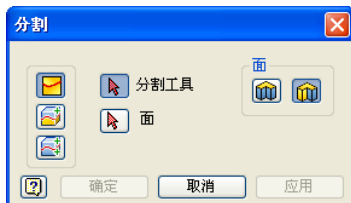

图 3-64 “分割”对话框
(1) 单击【三维模型】标签栏【修改】面板上的【分割】工具按钮, 打开【分割】对话框如图 3-64 所示。可看到分割方式有两种，零件分割用来分割零件实体，面分割用来分割面，这里仅仅讲述零件的分割。
(2) 分割零件首先应该选择分割工具，在零件的分割中，分割工具可是工作平面或在工作